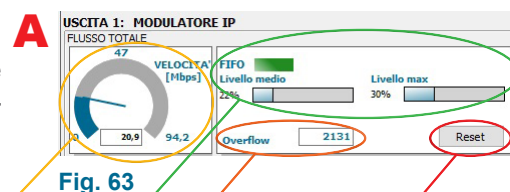

Fig. 63
Nella sezione FLUSSO TOTALE (A) viene visualizzato lo stato generale del modulatore IP con le indicazioni della velocità totale del flusso (tachimetro), lo stato del FIFO e le eventuali condizioni di allerta evidenziate in rosso ed il contatore degli overflow (fig. 63).